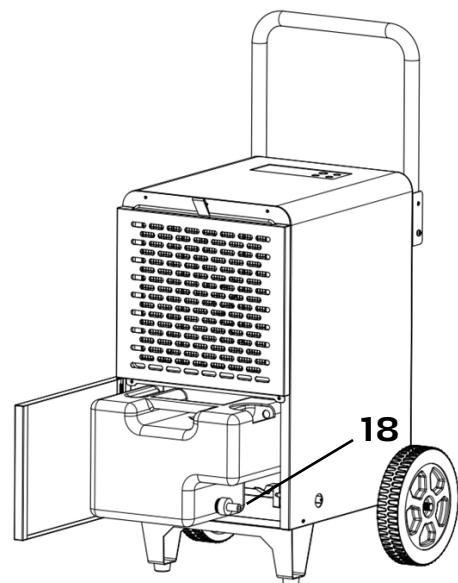

Fig. 8
Per allungare la durata di funzionamento dell'essiccatore edile, vi è la possibilità di dotare il contenitore di condensa di un flessibile per lo scarico. In tal modo si rende possibile il defluire continuo della condensa liquida (si veda fig. 8 e 9):
- Svitare la chiusura (18) dell'apertura di scarico e rimuoverla (fig. 8 e 9)